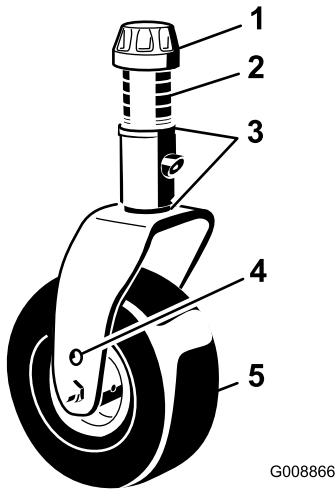

Figura 22
6. Coloque los suplementos (igual que en la instalación original) y los demás espaciadores en el eje (Figura 22).
7. Coloque el casquillo tensor para fijar el conjunto (Figura 22).